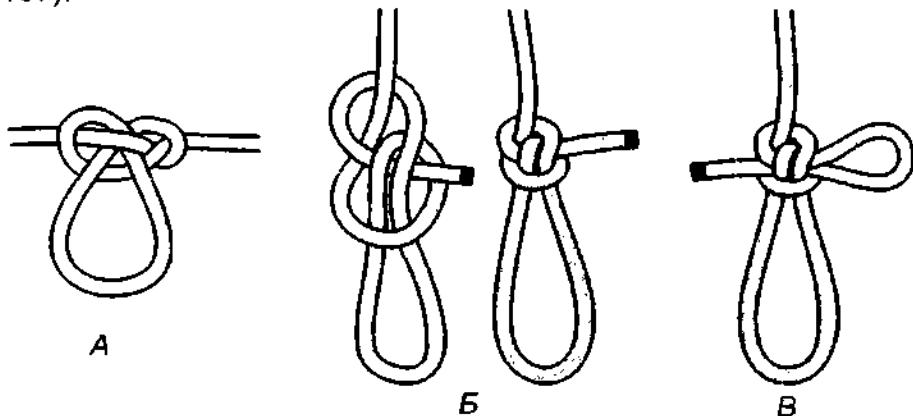
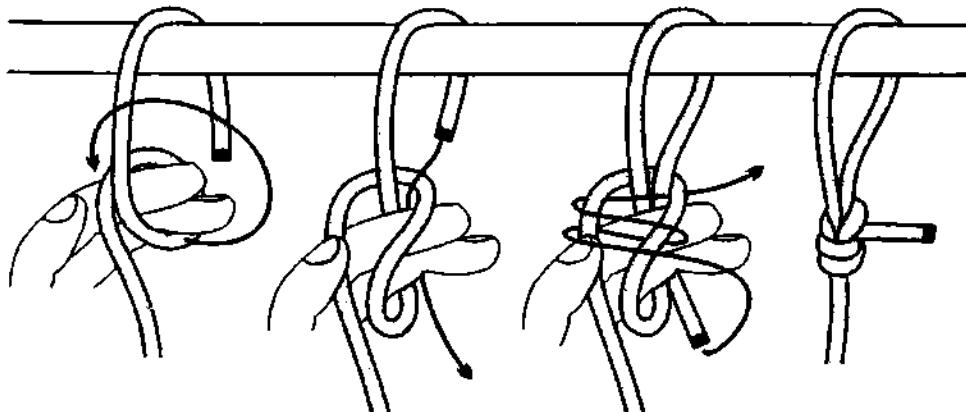

Рис. 166. Две формы бурлацкой петли. А – срединная бурлацкая петля; Б – концевая бурлацкая петля – строповая петля; В – быстро-разъезжаяющаяся строповая петля.
Рис. 174. 3-й способ вязки строповой петли. С помощью этого способа верёвка может быть привязана к замкнутой опоре.
**Бурлацкая петля** имеет две формы (рис. 166). Узел первой формы (А) обычно вяжется на середине верёвки.
Рис. 174. 4-й способ вязки строповой петли. Завязывание строповой петли со шлагом и с тремя шлагами. Этим способом строповую петлю можно завязать на замкнутой опоре. Если в конце вязки ходовой конец пропустить петелькой, получится быстроразвязывающаяся строповая петля (рис. 166 В). С первого взгляда схема завязывания может показаться сложной, но на самом деле петлю таким способом